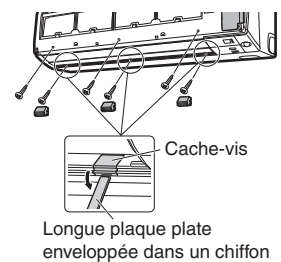

Fig.1
- 2) Retirez les cache-vis (3 pièces). (Voir la Fig.1)
- 3) Retirez les vis de fixation de la grille avant (6 vis). (Voir la Fig.1)
- 2) Retirez le couvercle du boîtier de câblage électrique de la plaque métallique. (4 languettes) (Voir la Fig.1)